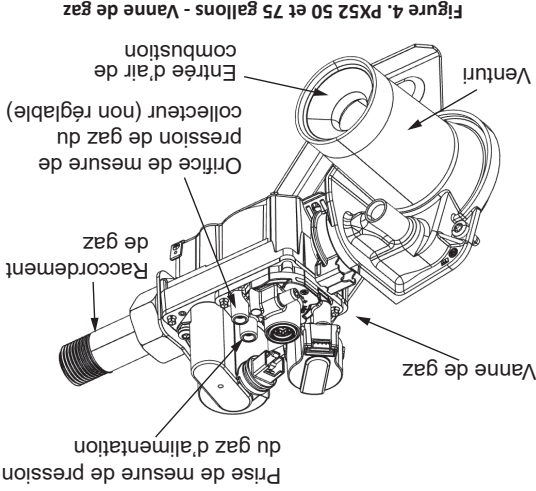

Figure 4. PX52 50 et 75 gallons - Vanne de gaz
- Deux prises de mesure de pression sont disponibles sur la vanne de gaz du chauffe-eau. Voir *Figure 4*. Chaque prise de mesure comporte un robinet à pointeau qui peut être ouvert/fermé à l'aide d'un Torx T10. Tourner le robinet à pointeau dans le sens